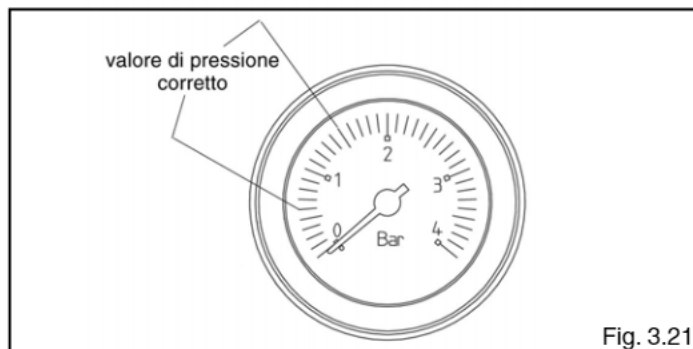

Fig. 3.21
- aprire di due o tre giri i tappi delle valvole di sfogo aria automatica inferiore (A) e superiore (E); per permettere un continuo sfogo dell'aria, lasciare aperti i tappi delle valvole A e E
- aprire il rubinetto di riempimento esterno alla caldaia fino a che la pressione indicata sull'idrometro esterno sia compresa tra 1 bar e 1,5 bar (campo azzurro) (fig. 3.21)